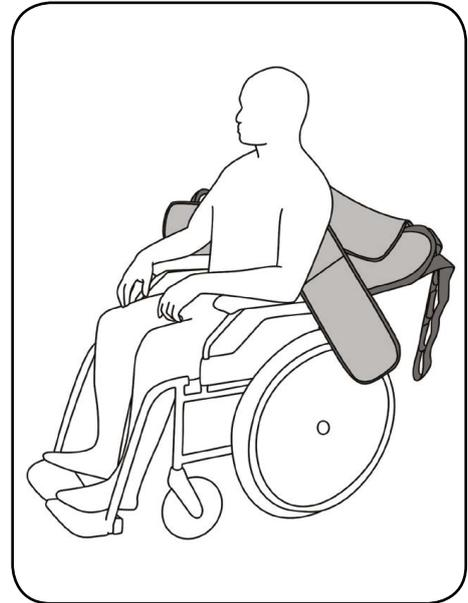

Abb. 8.2.01 – offener Liftergurt hinter dem Rücken des Patient
5. Schieben Sie den Liftergurt hinter den Rücken des Patienten (Abb. 8.2.01). Achten Sie darauf, dass die Oberkante des Liftergurtes auf Höhe des Achselbereiches ist.